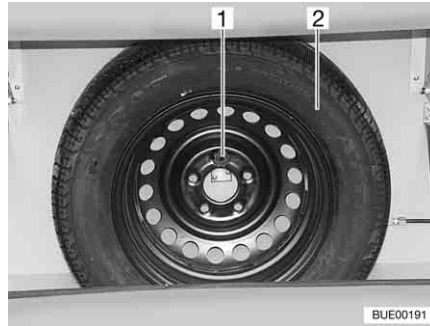

Bild 210 Ersatzrad-Halterung
Die Ersatzrad-Halterung ist serienmäßig im Gaskasten angebracht. Das Ersatzrad (Bild 210,2) ist gegen Aufpreis erhältlich.
- Schraube (Bild 210,1) lösen.
- Ersatzrad (Bild 210,2) entnehmen.